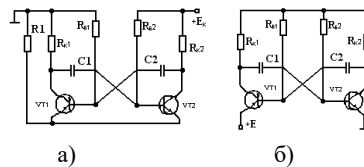

Рис. 1.14
14. Описать принцип работы мультивибратора по рис. 1.14а) и рис.1.14б).